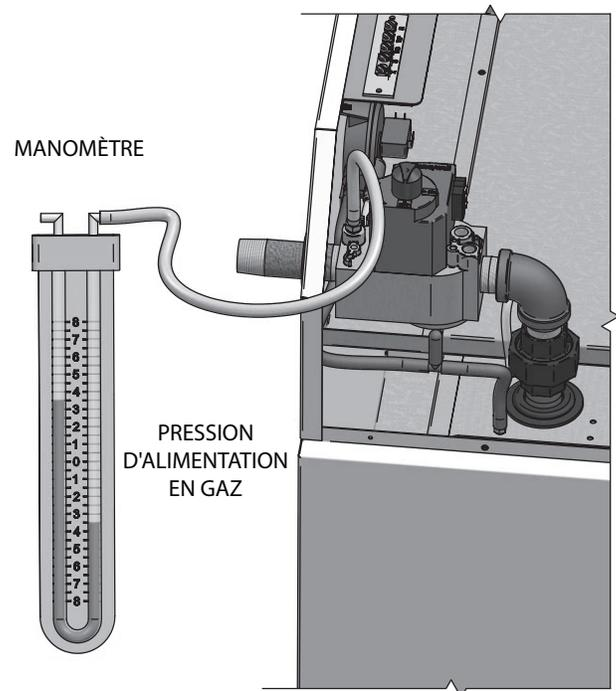

Figure 9-1\_Mesure de la pression de gaz d'alimentation - Modèles ER152 - ER202
3. Sur les modèles ER152 - ER202, retirer le bouchon hexagonal de 1/8" situé sur le côté "entrée" de la vanne de gaz. Un piquage de pression d'entrée est situé sur le dessus du corps de la vanne (voir FIG. 9-1).